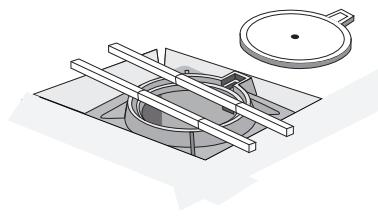

Fig. 2a
Also in spheroidal cast iron the graphite nodules inhibit cracks (Figure 2b), unlike lamellar graphite which offers a preferential route for them to spread (Figure 2a).
En outre, dans la fonte à graphite sphéroïdal, les nodules de graphite exercent une action d'arrêt pour les cernes (figure 2b), à la différence du graphite lamellaire qui offre une voie préférentielle pour leur propagation (figure 2a).
2. Posizionare il sistema telaio-assi sopra il pozzetto assicurandosi di centrare verticalmente il telaio rispetto al passo d'uomo del pozzetto (fig 2a)
2. Place the frame-axis system on the shaft being sure to centre the frame vertically with respect to a human passing the shaft (Fig 2a)
2. Positionner le système cadre-axes sur le puits en s'assurant de centrer verticalement le cadre par rapport au trou d'homme du puits (fig. 2a)